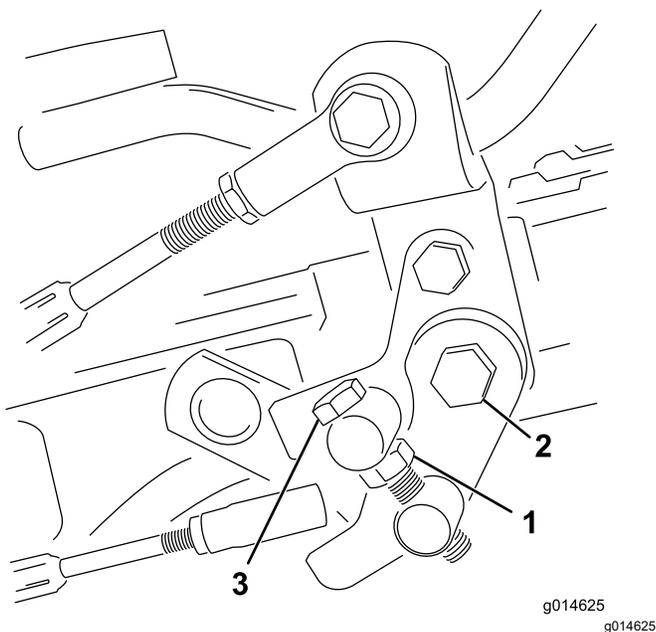

Рисунок 44
1. Ослабьте контргайку на болте цапфы (Рисунок 44).
4. Чтобы зафиксировать регулировку, затяните контргайку на болте цапфы и гайку на шарнире педали (Рисунок 44). Проверьте регулировку и при необходимости повторите ее.